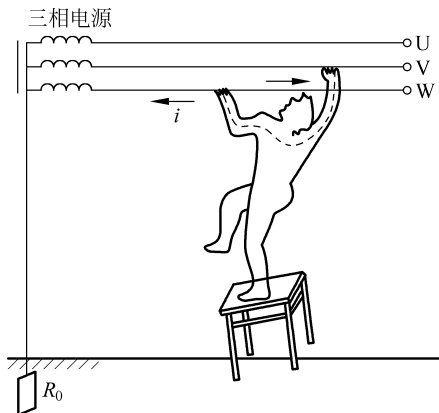

图 1-2 两相触电
(2) 两相触电。当人体同时接触电气设备或线路中的两相导体而发生的触电现象称为两相触电,如图 1-2 所示。在低压供电系统中,若人体触及一相火线、一相零线,人体承受的电压为 220V;若人体触及两根火线,则人体承受的电压为线电压 380V。因此,相对于单相触电来说,两相触电人体所承受的电压更高,因此危险性更大。